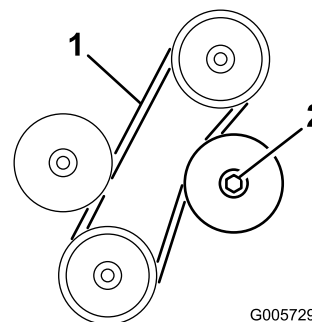

Figure 67
3. La courroie doit présenter une flèche de 6 mm quand une force de 22 N est exercée à mi-chemin entre les poulies (Figure 67). Si la flèche n'est pas correcte, passez à l'étape 4. Si tout est en ordre, passez à l'étape 5.
4. Desserrez le contre-écrou de fixation de la poulie de tension réglable (Figure 67). Poussez la poulie de tension contre la courroie jusqu'à ce qu'elle soit tendue correctement, puis serrez le contre-écrou de la poulie de tension (Figure 67).
2. Desserrez le contre-écrou de fixation de la poulie de tension réglable, éloignez la poulie de la courroie et déchaussez la courroie des poulies (Figure 67).
3. Installez une courroie neuve et tendez-la correctement. Poussez la poulie de tension contre la courroie jusqu'à ce que vous obteniez une flèche de 6 mm quand vous exercez une force de 22 N à mi-course entre la poulie supérieure et la poulie de renvoi fixe. Resserrez le contre-écrou de la poulie de tension pour fixer le réglage (Figure 67).